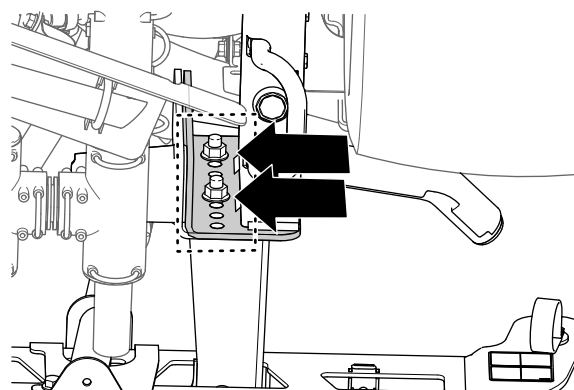

Bild 46
3. Markieren Sie mit einem Stück Band die Löcher, in denen die vier Bundkopfschrauben (1/2" x 1-1/4") und vier Sicherungsbundmutter (1/2") die Stützhalterungen für den mittleren Sprühabschnitt an der Befestigungsplatte der Maschine befestigen (Bild 46).